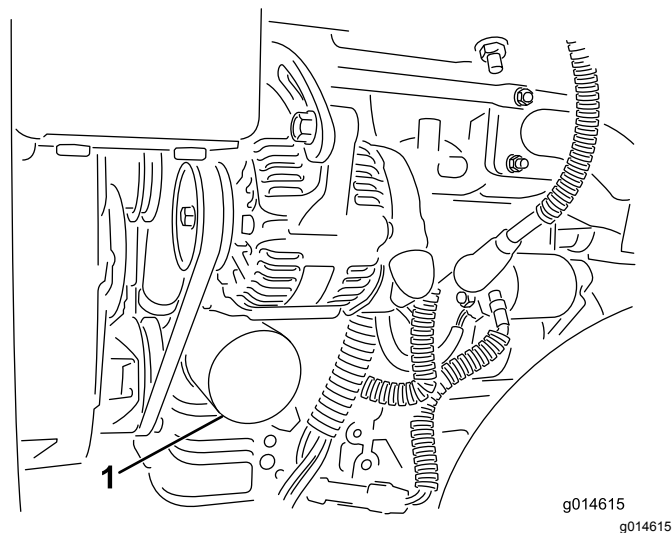

Bild 27
2. Entfernen Sie den Ölfilter (Bild 27). Ölen Sie die neue Dichtung am Ölfilter leicht mit frischem Öl ein.